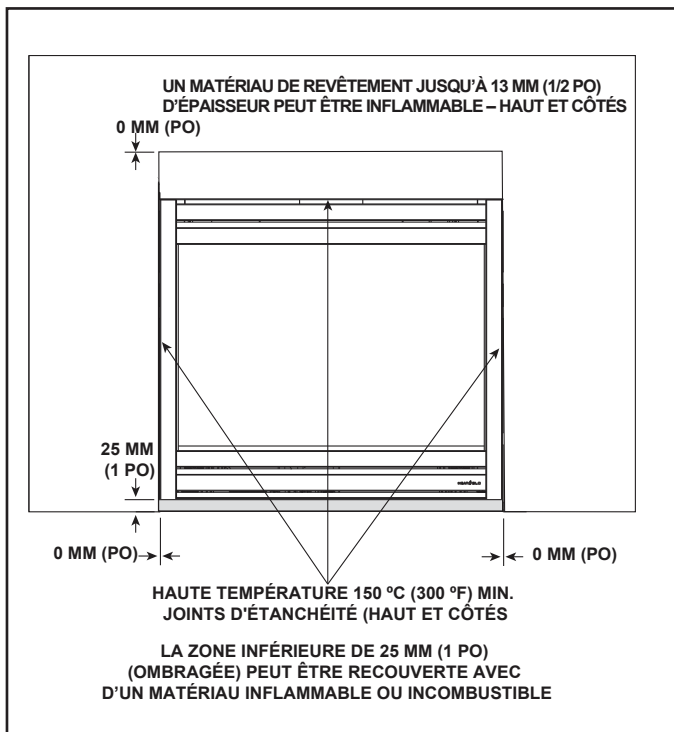

Figure 10.1 Matériaux de revêtement
- Scellez les joints entre le mur fini et le haut et les côtés de l'appareil avec un scellant supportant une température minimale de 150 °C (300 °F). Consultez les figures 10.1 et 10.2.